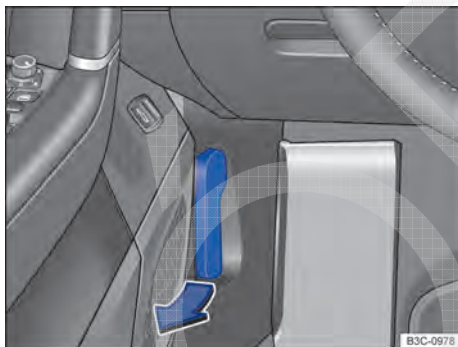

Fig. 220 No espaço para os pés no lado do condutor: alavanca de desbloqueio da tampa do compartimento do motor.
- Antes de abrir a tampa do compartimento do motor, assegurar que os braços dos limpadores do para-brisa estejam encostados no para-brisa ⇒ ①.
- Puxar a alavanca de destravamento na direção da seta ⇒ Fig. 220. A tampa do compartimento do motor salta para fora da trava do fecho pela pressão da mola ⇒ ⚠.